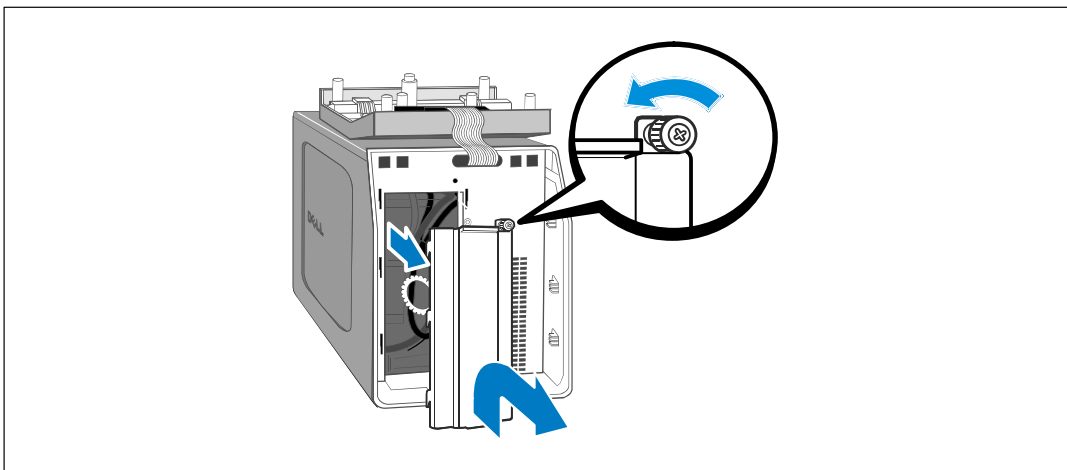

Abbildung 11. Abnehmen der Batterieabdeckung
- 3 Lösen Sie die Rändelschraube auf der metallenen Batterieabdeckung und heben Sie die Abdeckung hoch, um sie zu entfernen (siehe Abbildung 11).